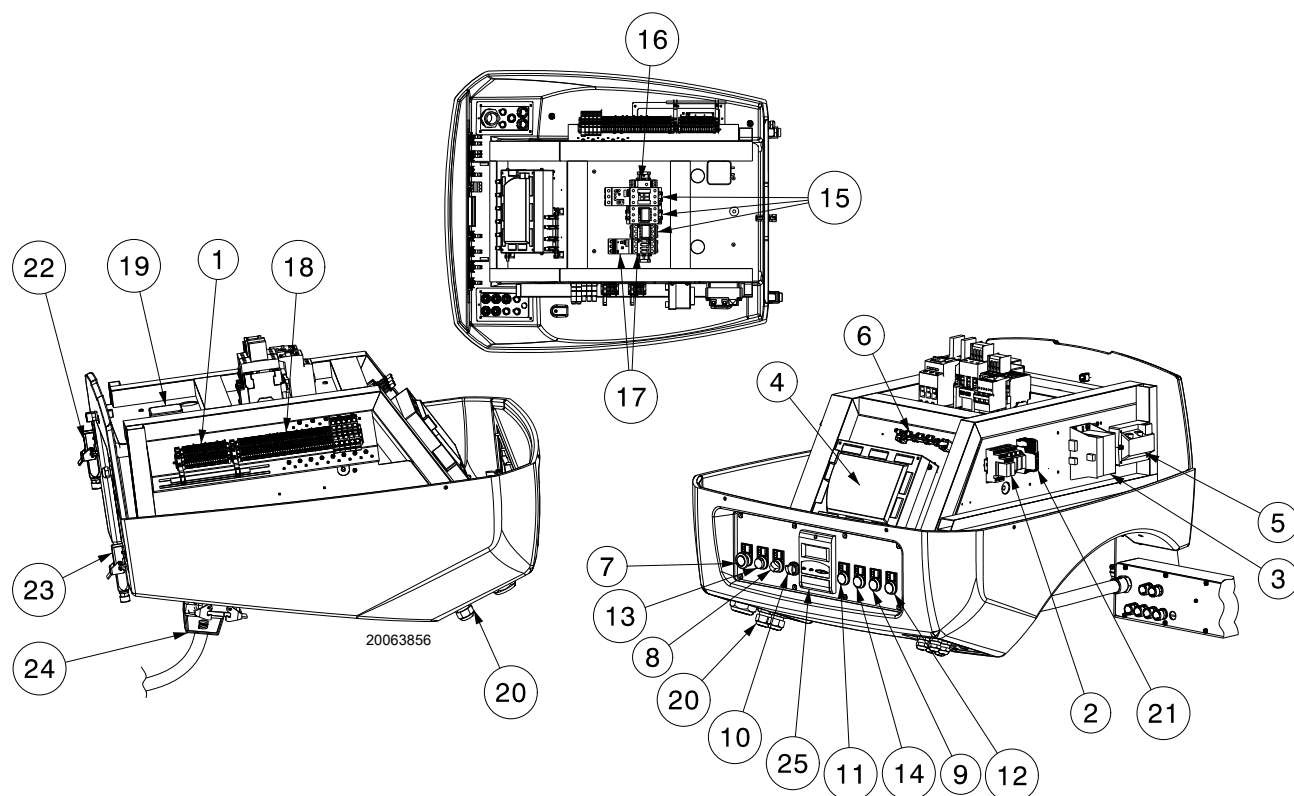

图 5
- **控制器锁定**：如果按钮 13) (图 5) (红色 led) 指示灯亮起，表示燃烧器锁定，可通过按下按钮 13) (图 5) 释放。